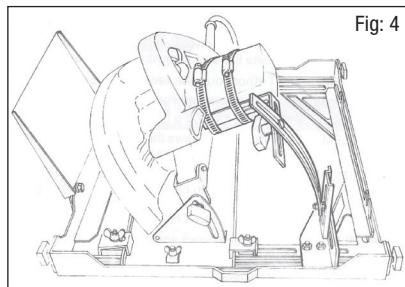
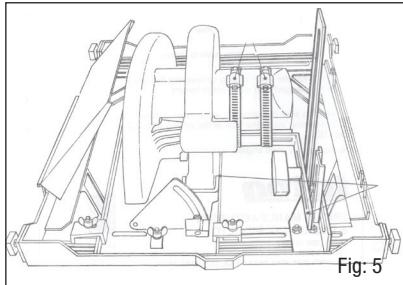

Fig: 4
Fig:5
- Controleer of de zaag over zijn volledig bereik kan worden ingesteld voor zowel diepte als onder een hoek voor u de bevestigingsonderdelen volledig vastmaakt. Houd er rekening mee dat de gleufriem (C) zodanig is ontworpen dat hij doorbuigt wanneer de zaag onder een afschuiningshoek wordt ingesteld, zie Fig 4.
- Als de zaag vlot over het volledige bereik kan worden ingesteld, maakt u de T-knop los en spant u de slangklemmen (D) volledig aan. Span ze niet te vast aan, anders bestaat de kans dat de behuizing van de motor wordt beschadigd.
- Zorg er ook voor dat arm van de motorbeugel (E) die naar voren wijst evenwijdig is met de rand van de voetplaat van de zaag, zie Fig 5.